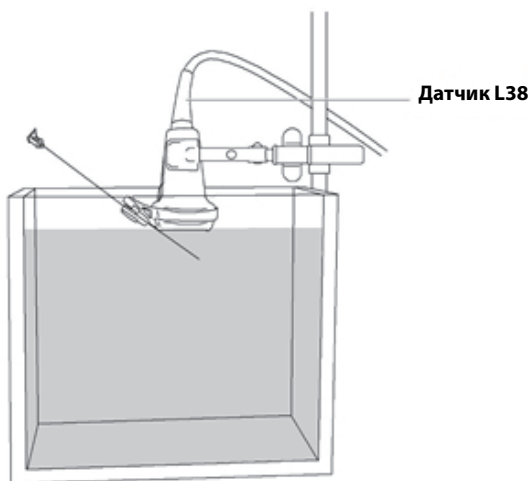

Рис. 2 Датчик L38 с иглой в испытательной жидкости
- ▶ Резервуар, наполненный испытательной жидкостью (код All World Scientific 3480) или дистиллированной водой. См. **Рис. 2 «Датчик L38 с иглой в испытательной жидкости»** на стр. 178.
- 7 Погрузите иглу в резервуар с испытательной жидкостью или дистиллированной водой до появления ультразвукового изображения иглы на дисплее системы (см. **Рис. 2 «Датчик L38 с иглой в испытательной жидкости»** на стр. 178).